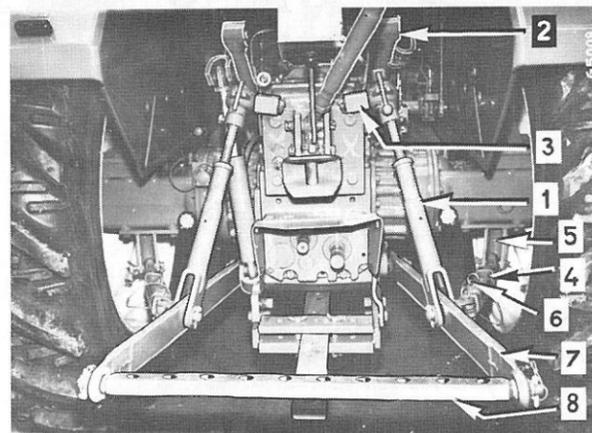

Fig. 29
Pour atteler des instruments à la barre d'attelage du système d'attelage 3-points, procédez comme suit: amenez les bras de relevage (2), Fig. 29 dans leur position la plus haute.